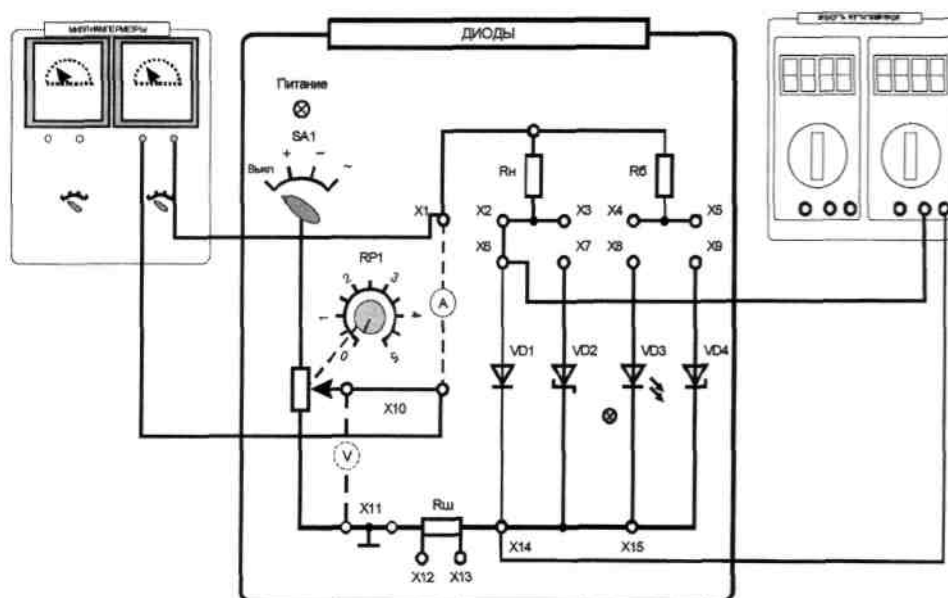

Рис. 3.1.4
постоянного напряжения (рис. 3.1.4). Включить электропитание стенда и установить переключатель SA1 в позицию «+».
3.3.1. Собрать схему для исследования стабилитрона на постоянном токе (аналогично схеме по рис. 3.1.4. Выполнить пункт 3.1.2 для стабилитрона. Построить график зависимости выходного напряжения U_{cm} от тока I_{cm} . Результаты занести в табл. 3.1.6.